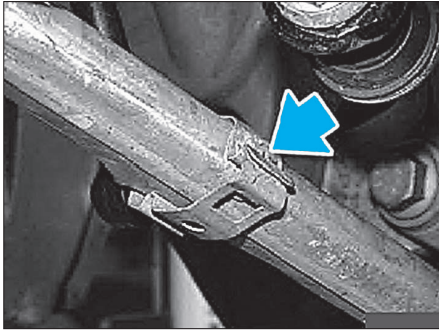

FIG. 16
- Dégager la tige articulée du capteur d'assiette au niveau du bras transversal (avec phares au Xénon) (Fig.16).